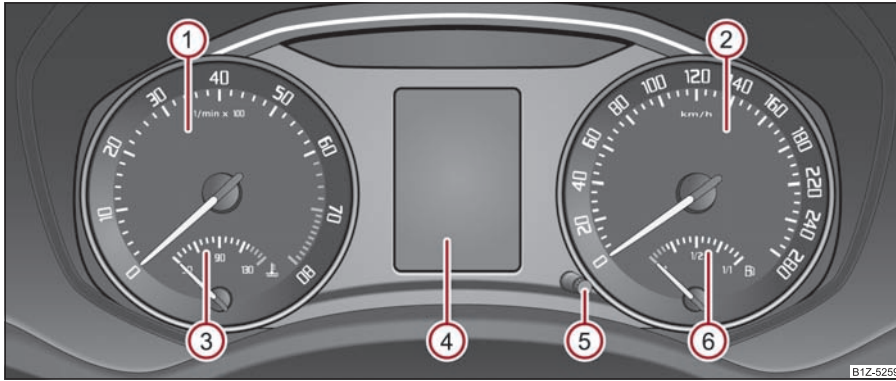

Fig. 15 Tabloul de instrumente
Zona roșie de pe scala tuometrului ① ⇒ fig. 15 marchează domeniul în care unitatea de comandă a motorului începe să limiteze turația motorului. Unitatea de comandă a motorului limitează turația motorului la o valoare limită sigură.
Afișajul temperaturii lichidului de răcire ③ ⇒ pagina 15, fig. 15 funcționează numai când contactul motor este cuplat.
Indicatorul rezervei de combustibil ⑥ ⇒ pagina 15, fig. 15 funcționează numai când contactul motor este pus.
Mențineți butonul de resetare  ⇒ pagina 15, fig. 15 cca. 1 secundă apăsat pentru a reseta contorul.
Puteți afișa oricând distanța rămasă sau zilele rămase până la următoarea inspecție tehnică, cu ajutorul tastei  ⇒ pagina 15, fig. 15.
Indicatorul intervalelor de service se poate reseta și de la butonul **(S)** ⇒ pagina 15, fig. 15.
Ceasul se reglează de la butonul rotativ **(S)** ⇒ pagina 15, fig. 15.